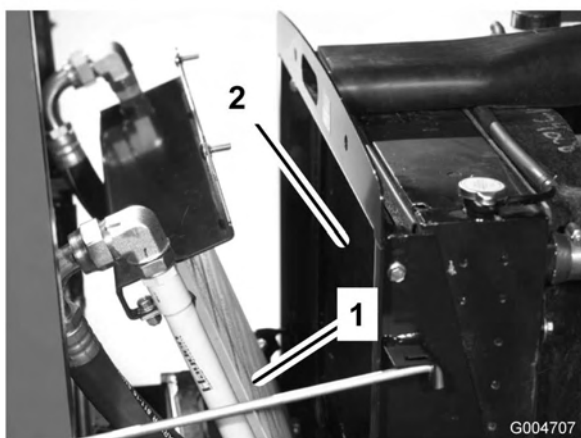

Figura 63
3. Incline o refrigerador de óleo para trás. Limpe ambos os lados do refrigerador do óleo e a zona do radiador (Figura 63) com ar comprimido.